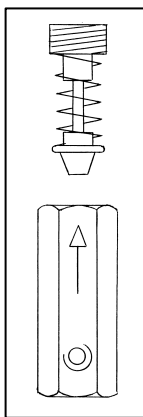

Fig. 8
- La valvola di non ritorno perde. Smontare il tubo flessibile per verificare se fuoriesce aria dalla valvola. Se ciò avviene svitare il tappo della valvola (Fig. 8) pulire accuratamente la guarnizione in gomma e la sua sede con un panno asciutto e rimontare il tutto con estrema cura. Nel caso in cui la perdita permane sostituire l'intera valvola.